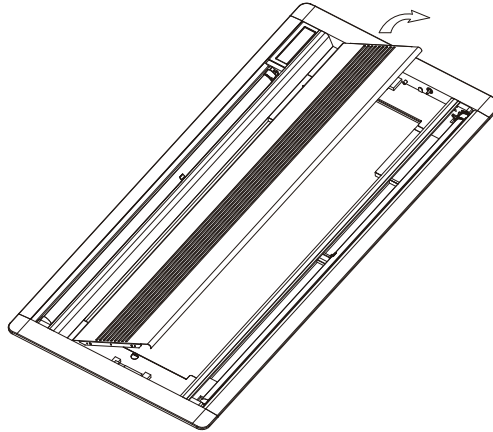

Figura 17
- Abra a grelha de entrada de ar até cerca de 45° e abra o outro lado do fecho de suspensão, como mostrado na Figura 17.